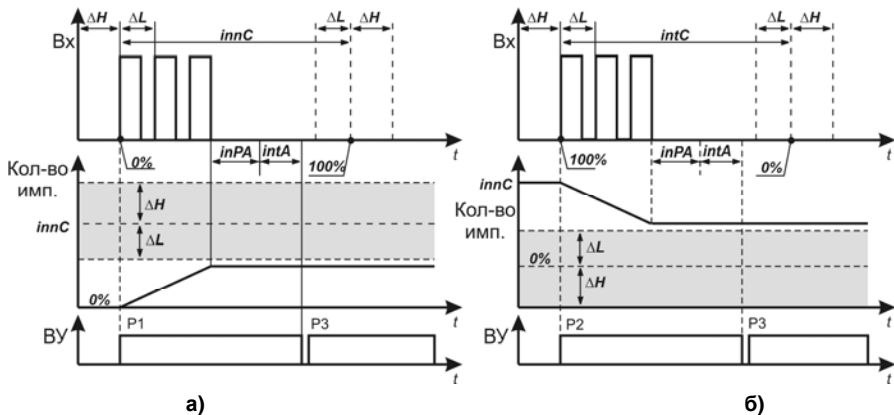

Рисунок 3.8
– заклинивание вала электропривода (перегрузка) происходит, если с момента старта задвижки прошло время **ints**, а значение счетчика не достигло значения, заданного в **innC**, и период следования импульсов, установленный в параметре **inPA**, превышен в течение времени **intA** (см. рисунок 3.8, а – для открытия, б – для закрытия, $\Delta L = innC - innL$, $\Delta H = innH - innC$);